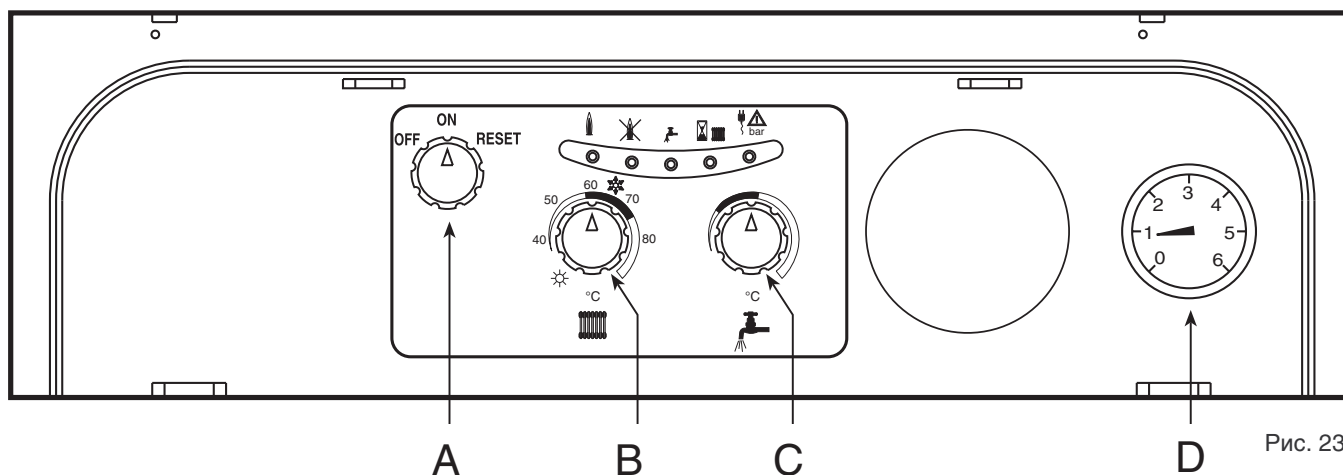

Рис. 23
### "ЗИМА" (Рис. 23)
### "ЛЕТО" (Рис. 23)
После этого необходимо выбрать режим работы котла: отопление и ГВС или только ГВС. Если выбран первый режим работы: отопление + ГВС, установить ручку В (рис. 23) в положение "ЗИМА" что соответствует значению выше 50°C и задайте необходимое значение на термостате помещения. После этого произойдет розжиг горелки, и котел будет работать в автоматическом режиме, контроль выполняется регулирующими и предохранительными приборами.
Если же выбран второй режим работы: только ГВС, установить ручку В(рис. 23) на позицию "ЛЕТО":с этого момента котел готов к автоматической работе.
**Замечание** - Если после корректного завершения процедуры запуска, не происходит розжиг и котел отключается, подождите 15 секунд, потом поверните ручку А (рис. 23) в положение "RESET". Перезапуск электронного блока управления, приведет к повторению цикла запуска. Если после второй попытки, не будет происходить розжиг, обратитесь к разделу "Устранение неисправностей"
Регулирование температуры воды системы отопления производится путем поворота соответствующей ручки (рис. 23 - дет. 2). При повороте ручки по часовой температуре температура воды отопления возрастает, против часовой стрелки - снижается. Температура может варьироваться от минимального 35°C до максимального 85°C. Рекомендуем не эксплуатировать котел при температуре ниже чем 45°.